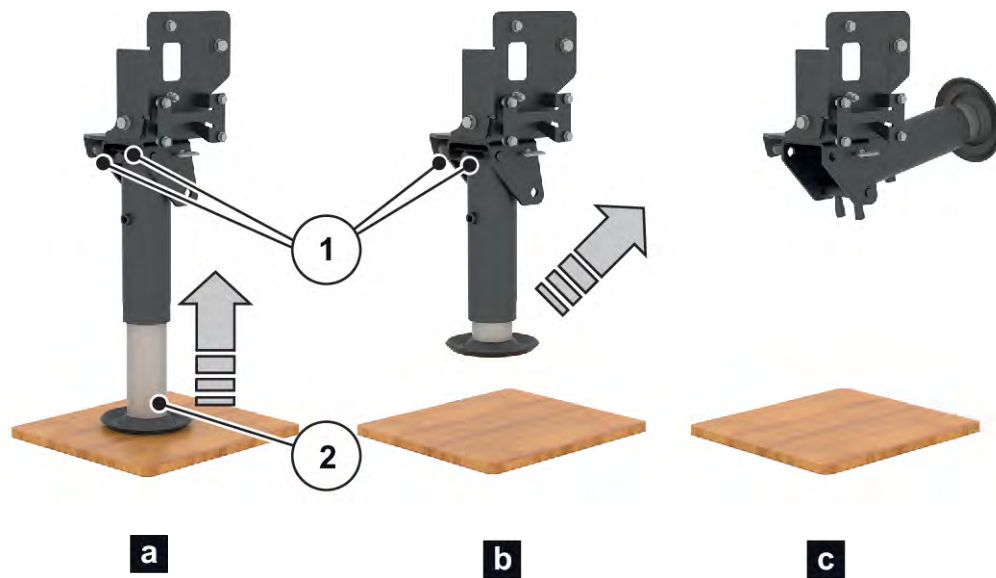

Fig. 25: Vik undan stödfoten
- ▶ Vik undan stödfoten. Se *Fig. 25 Vik undan stödfoten*